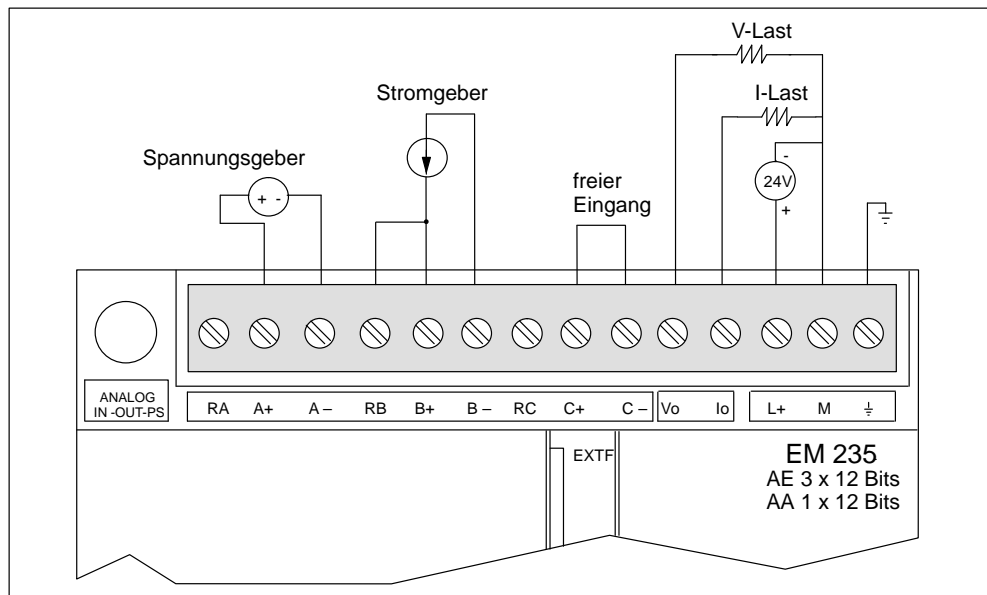

Bild A-41 Kennzeichnung der Anschlüsse beim Erweiterungsmodul EM 235, Analogein-/Analogausgabemodul AE 3/AA 1 x 12 Bit
- Überbrücken Sie die Eingänge für freie Kanäle (siehe Bild A-41).